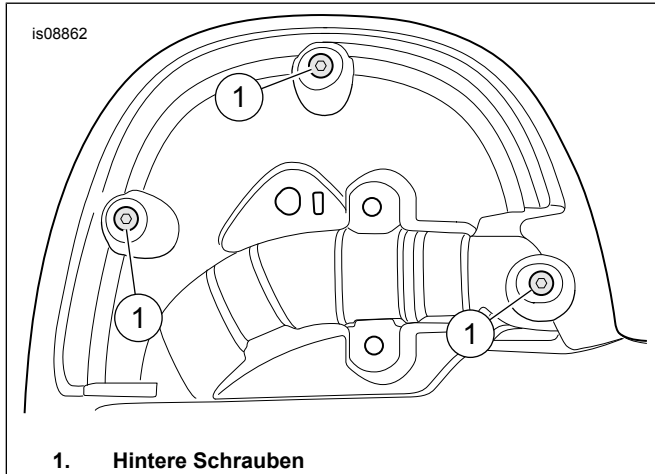

Abbildung 8. Hintere Schrauben
9. Siehe Abbildung 8. Von der Rückseite aus drei Blechschrauben in dem Gehäuse (1) anbringen. Die Schrauben auf Drehmoment 1,3–2 N·m (12–18 in-lbs) anziehen.